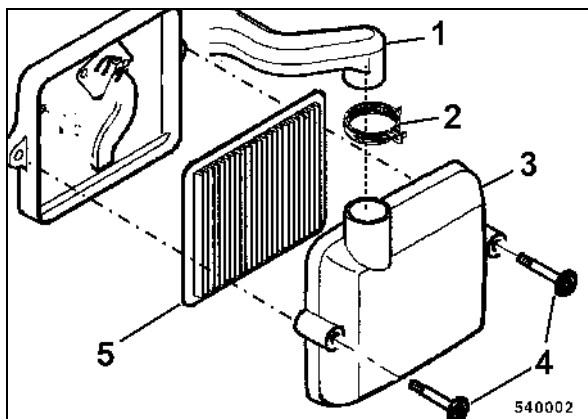

fig. 62
- Desserrer le collier de serrage 2 (fig. 62) puis retirer le tuyau de guidage d'air (1) du carter de filtre à air.
- Dévisser les deux vis de fixation (4) puis retirer le couvercle (3) du carter de filtre.
- Extraire le filtre sec à air (5) du carter.